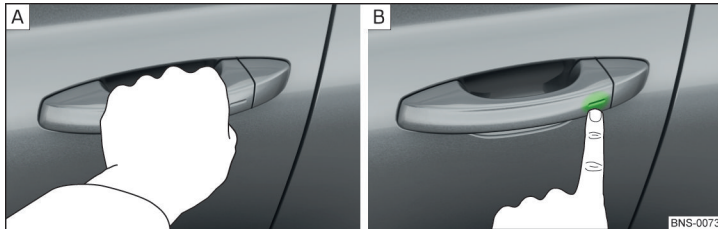

Abb. 51 Fahrzeug entriegeln / Fahrzeug verriegeln
- Den Türgriff greifen, um das Fahrzeug zu **entriegeln** » Abb. 51 - [A].
- Den Sensor am Türgriff mit dem Finger berühren, um das Fahrzeug zu **verriegeln** » Abb. 51 - [B].
- Innerhalb von 5 s den Sensor am Türgriff mit dem Finger berühren » Abb. 51 auf Seite 62 - [B]. Die Deaktivierung wird durch einmaliges Aufblinken der Blinkleuchten bestätigt.